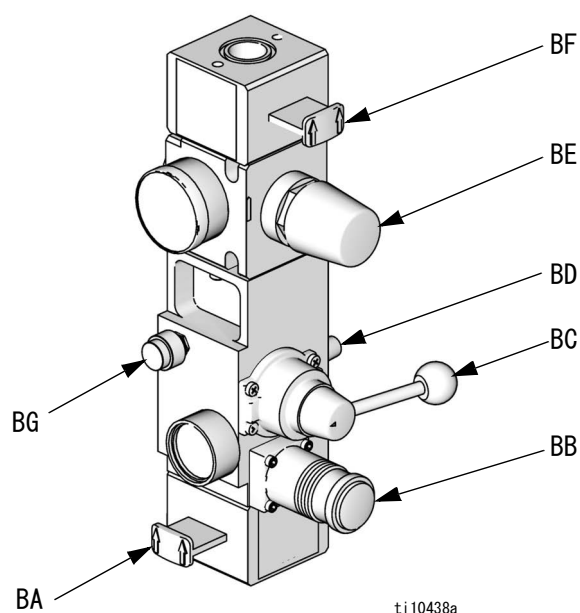
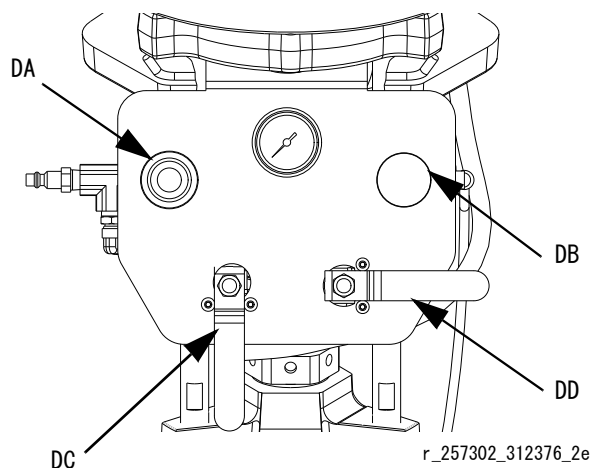

図3. 統合エアコントロール
図 7 : 昇降機エアコントロール
- G 統合エアコントロール（図 3 を参照してください）
2. **D200s、D200、S20 および D60 のエアコントロールの場合：**図 3、12 ページを参照してください。
- a. エアモータースライダバルブ (BF) と主エアスライダバルブ (BA) を閉めます。
- c. ディレクタバルブ (BC) を上下に動かしてラムのシリンダからエアを抜きます。
3. **L20c エアコントロールの場合：**図 7、ページを参照してください。
- a. エアモーターバルブ (DC) および昇降機ディレクタバルブ (DD) を閉めます。ラムはゆっくり降下します。
7. 液体ラインドレインバルブとポンプ エア抜きバルブ (P) を開けます。排液を受けるために容器を用意します。
8. 再度スプレーする準備ができるまでは、ポンプエア抜きバルブ (P) を開けたままにします。